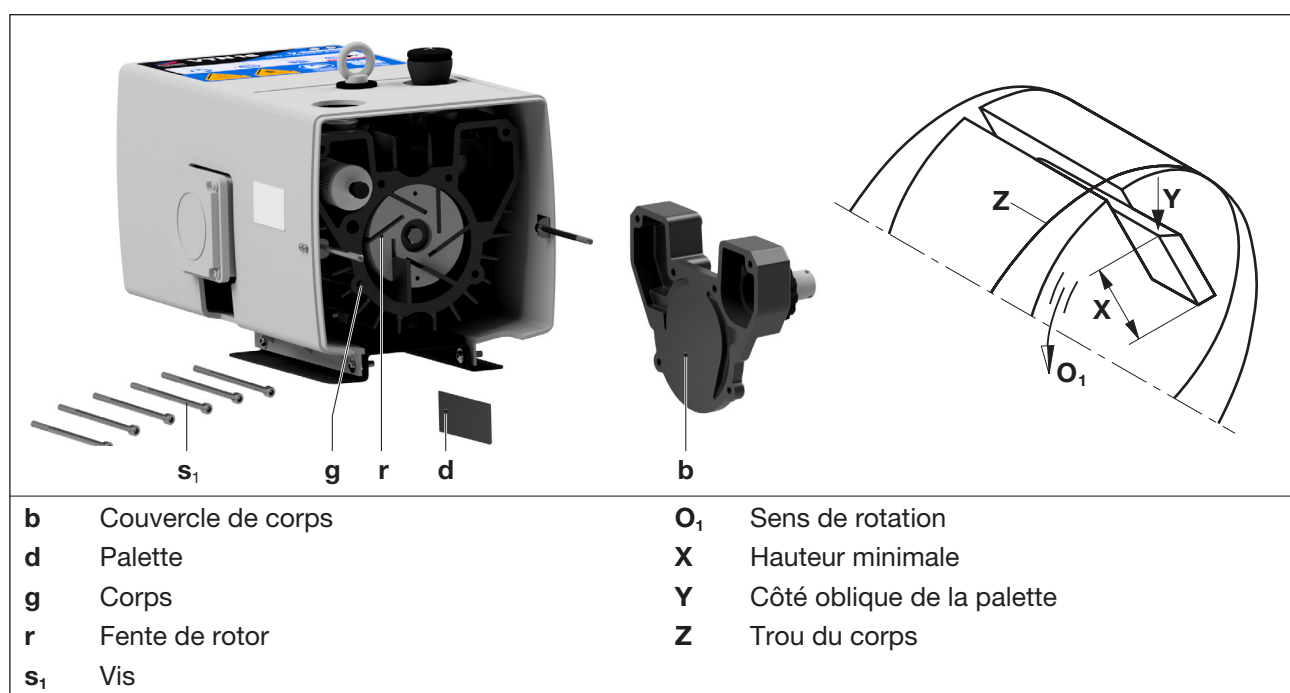

Fig. 5 Remplacement des palettes
- Desserrez six vis (Fig. 5/s₁) sur le couvercle du corps (Fig. 5/b) et retirez le couvercle du corps.
- Extrayez les palettes (Fig. 5/d) pour les contrôler.
La hauteur minimale des palettes doit être de (Fig. 5/X) :
- Soufflez le corps (Fig. 5/g) et la fente du rotor (Fig. 5/r).
- Insérez toutes les palettes (Fig. 5/d) dans les fentes du rotor (Fig. 5/r). Lors de l'insertion, veillez à orienter les palettes côté oblique (Fig. 5/Y) orienté vers l'extérieur et à les faire correspondre à l'arrondi du trou du corps (Fig. 5/Z) dans le sens de rotation (Fig. 5/O₁).
- Montez le couvercle du corps (Fig. 5/b) à l'aide des six vis (Fig. 5/s₁).